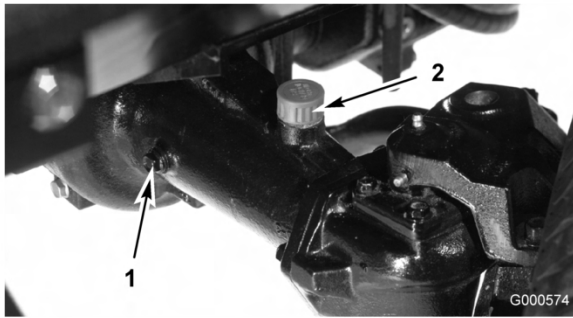

Bild 47
- Entfernen Sie die Prüfschraube aus einem Ende der Achse (Bild 47) und stellen sicher, dass der Schmierstoff die Unterseite des Lochs erreicht. Entfernen Sie bei niedrigem Ölstand die Füllschraube (Bild 47) und füllen genug Öl